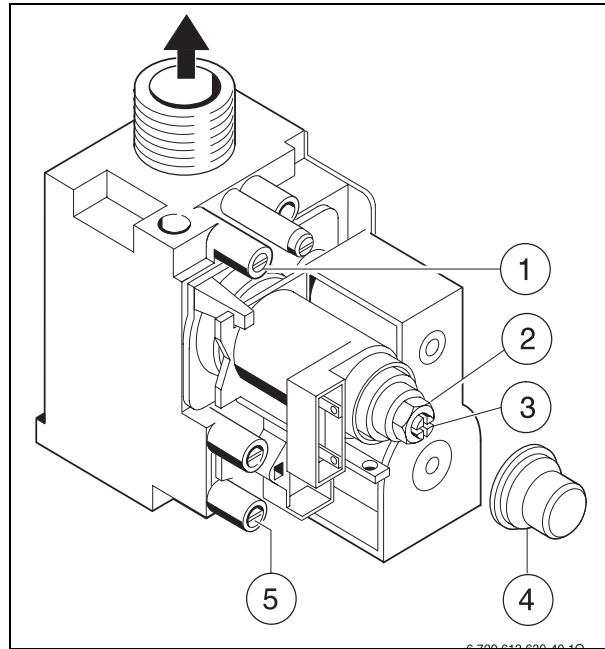

Fig. 28
- ▶ Desfaceți șurubul de etanșeitate la punctul de măsurare pentru presiunea duzei (→ fig. 28 [1]) și conectați manometrul cu tub U.
- ▶ Înlăturați capacul (→ fig. 28 [4]).
- ▶ Presiunea duzei indicată pentru „max“ se găsește în tabelul de la pagina 43. Reglați presiunea duzei prin intermediul șurubului de reglare a cantității de gaz maxime (2). Rotire spre dreapta - cantitate mai mare de gaze, rotire spre stânga - cantitate mai mică de gaze.